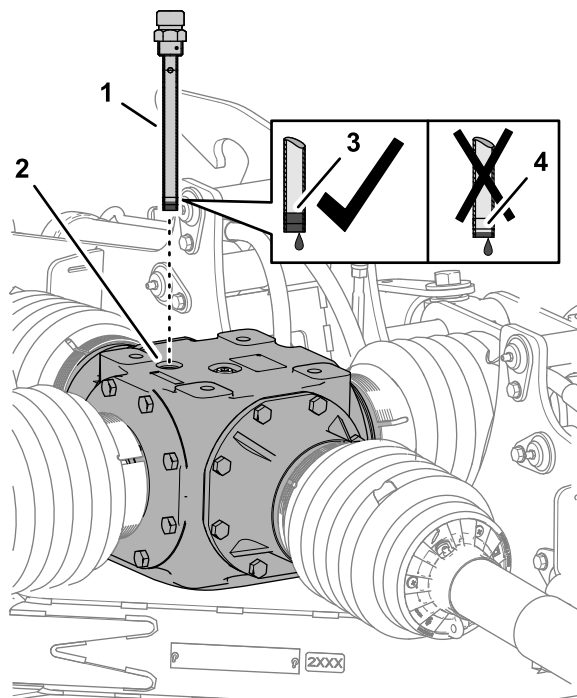
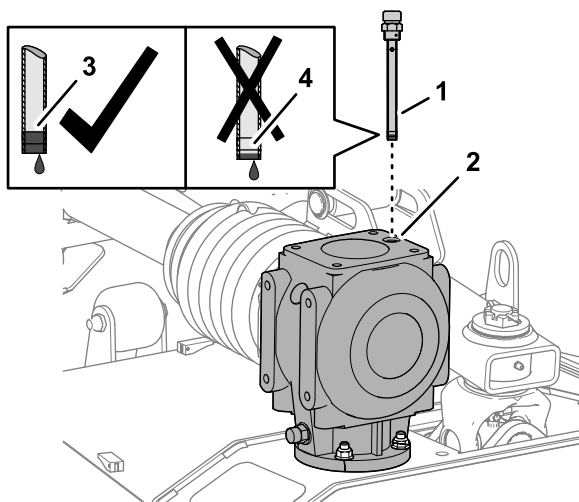

Рисунок 57
Рисунок 58
1. Извлеките масломерный шуп из отверстия в верхней части среднего редуктора (Рисунок 57 или Рисунок 58).
2. Проверьте уровень жидкости по меткам на щупе (Рисунок 57 или Рисунок 58).
4. Заверните масломерный щуп в заливное отверстие и затяните его (Рисунок 57 или Рисунок 58).